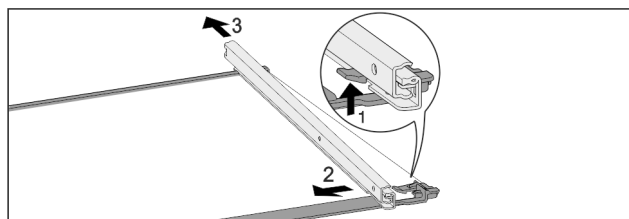

Fig. 117 Tablette en verre avec rails
- Pousser le crochet d'enclenchement avant vers le bas. Fig. 117 (1)
- Pousser le rail télescopique vers le côté Fig. 117 (2) et vers l'arrière Fig. 117 (3).